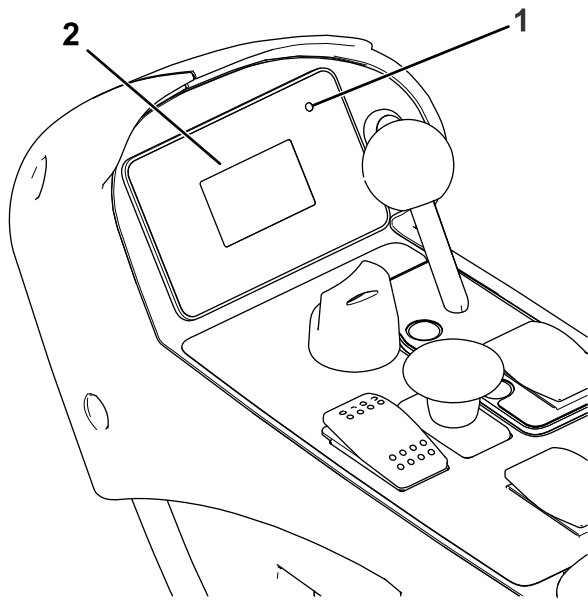

Figura 9
**Nota:** El indicador LED situado junto a la pantalla (Figura 9) estará encendido en verde fijo durante la calibración del sensor.